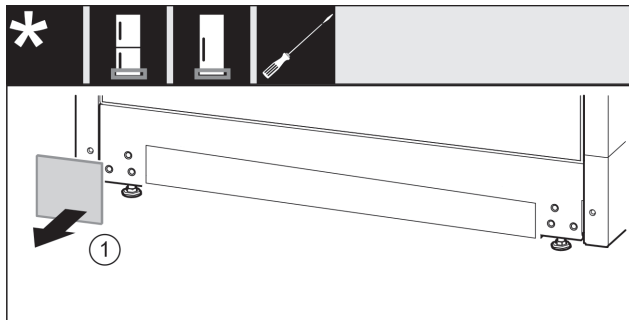

Fig. 12
- ▶ Abdeckung abnehmen. Fig. 12 (1)